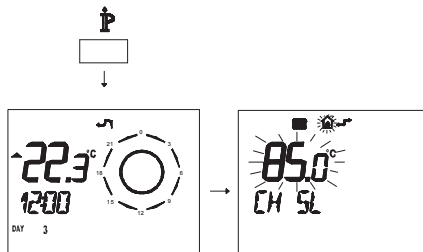

Figura 5.40
- Premere per più di 3 secondi il pulsante \mathbb{P} per entrare in modalità **INFO** (Figura 5.40).